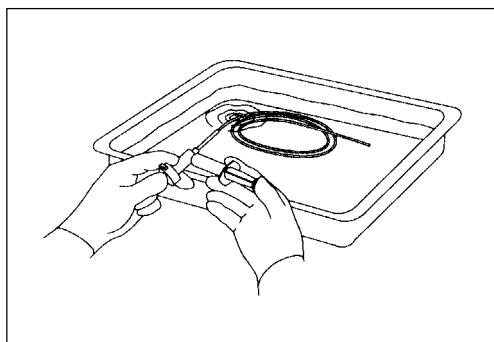

Рис. 5.2.
4. Закрывая пальцем отверстие на проксимальном конце трубчатой оболочки, введите 10 см³ (10 мл) раствора моющего средства в разъём для проведения обработки инструмента (см. рис. 5.2). При невозможности введения раствора моющего средства или выявлении других мест вытекания раствора, кроме дистального конца, инструмент не следует использовать.
- 4.** Закрывая пальцем отверстие на проксимальном конце трубчатой оболочки, введите 10 см³ (10 мл) смазочного материала в разъём для проведения обработки инструмента (см. рис. 5.2). При невозможности введения смазочного материала или выявлении других мест вытекания раствора, кроме дистального конца, инструмент не следует использовать.